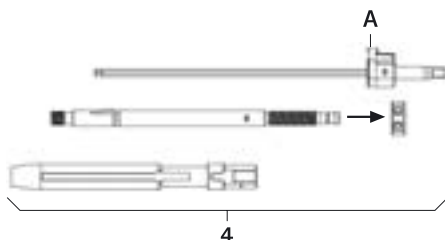

Fig. 2
- Desmontar a alavanca de reposição 4, ver Fig. 2: carregar fortemente no botão **A** e remover a chave de parafusos FW234R.